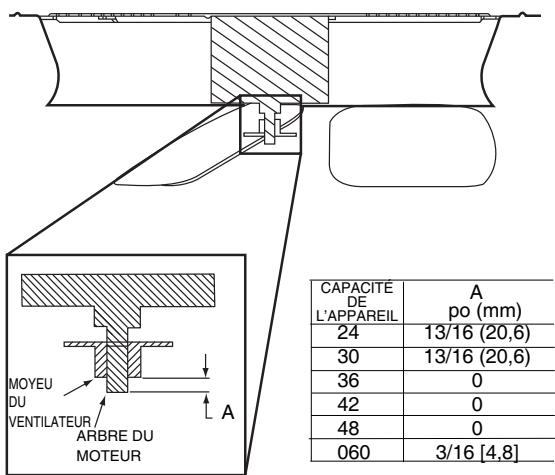

Figure 19 – Réglage du ventilateur extérieur
5. Assurez-vous de remettre la pale de ventilateur dans la position indiquée à la Figure 19. Serrez les vis de fixation.